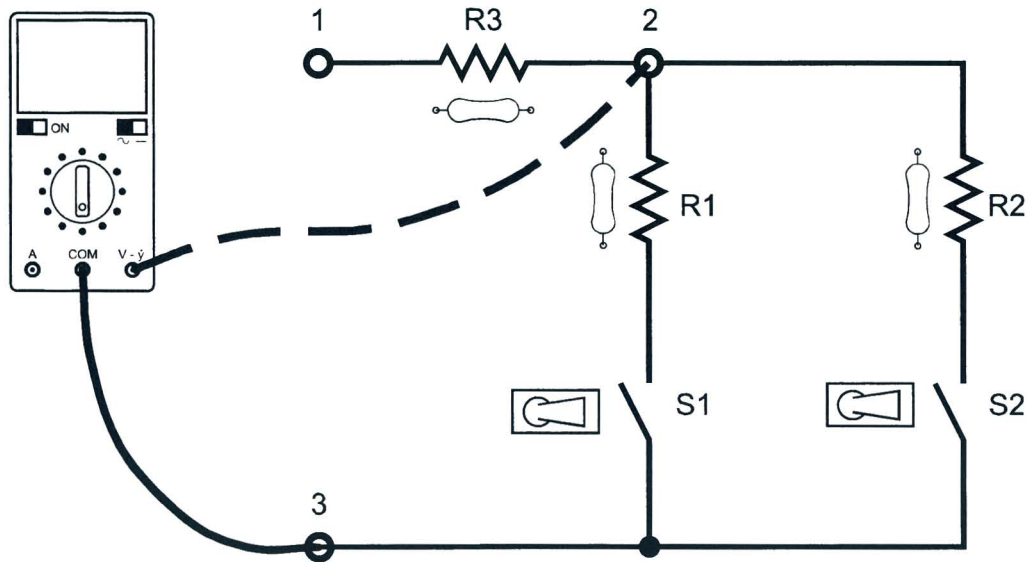

Fig. 3.2
7. conectar un multímetro, ajustado como un ohmiómetro, Fig. 3.2.;